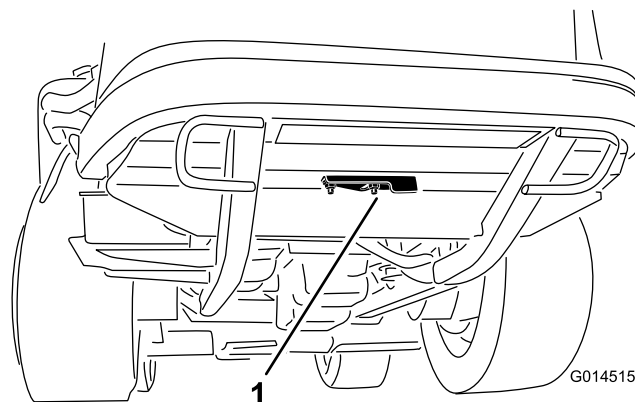

図 83
2. クリーンアウトカバーを後フレームの下側に固定しているフランジナットをゆるめる図 83。カバーをめくると、フレームのクリーンアウトホール 清掃穴が露出する。